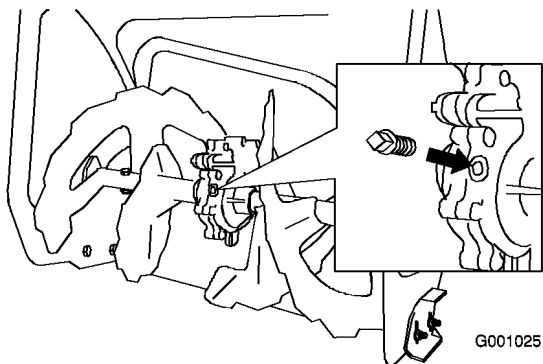

Bild 41
- Reinigen Sie den Bereich um die Rohrverschluss (Bild 41).